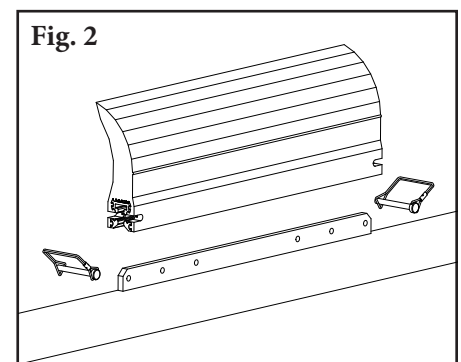

Fig. 2
2. **Marque y corte los orificios de la placa de montaje.** Con la plantilla de la placa de montaje que se proporciona en el paquete de instrucciones, coloque el orificio de acceso del eje grande, alinee las ranuras de los orificios con las líneas del esquema. Coloque la ranura de acceso hacia la polea. Trace el corte del eje y los orificios de montaje (Fig. 2). Corte los orificios en ambos lados del chute.
2. **Retirar la hoja desgastada.** Retire un seguro de la hoja y retire la hora del eje (Fig. 2). Limpie todo el material que se filtra del eje.